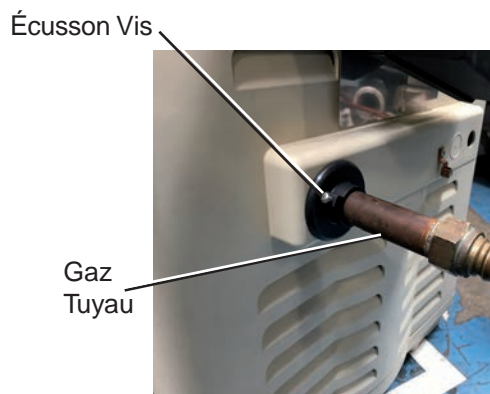

Figure 1. La rosace est installée sur une conduite de gaz et doit couvrir l'ouverture circulaire dans le panneau de chauffage.
2. Lorsque vous installez le tuyau de $\frac{3}{4}$ "dans la vanne de gaz, placez le rosace de tuyau de gaz sur le tuyau de sorte que le plus grand cercle soit face au panneau de service du chauffage et que le plus petit cercle avec la vis soit tourné dans le sens opposé du panneau de service du chauffage (vers le raccord) comme le montre la figure 1.